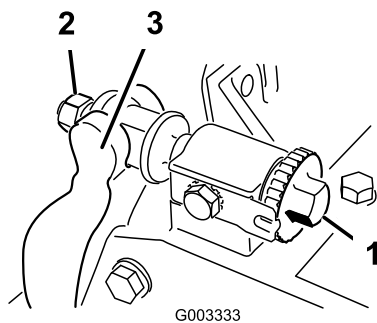

Figura 57
1. Gire el tornillo de ajuste de la barra de asiento, en el sentido contrario a las agujas del reloj, para alejar la contracuchilla del molinete (Figura 57).